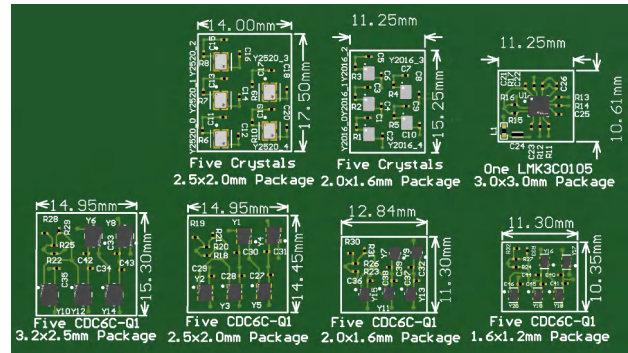

图 6. 五晶振、五个 CDC6C-Q1 和 LMK3C0105-Q1 封装比较
- **PCB 面积**：TI 的 BAW 振荡器系列支持 1.8V 至 3.3V 电源电压，采用标准 4 引脚 DLE (3.2mm × 2.5mm)、DLF (2.5mm × 2mm)、DLX (2mm × 1.6mm) 和 DLY (1.6mm × 1.2mm) 可润湿侧翼封装，可节省紧凑型电路板设计的空间。图 6 展示了 BAW 振荡器布局，并与多种封装尺寸的典型晶体布局进行了比较。晶体最多需要四个外部元件来调整谐振频率并保持主动振荡。有源振荡器 (如 CDC6C 或 LMK6C) 只需一个电容器即可进行电源滤波，从而简化了 BOM 并显著减少了所需的布局面积。此外，PCB 布线的寄生电容不会影响有源振荡器的频率精度，因此与晶体相比，该有源振荡器距离接收器要远得多。LMK3H0102-Q1 和 LMK3C0105-Q1 均采用具有可润湿侧翼的 3x3 封装。由于这两个器件都可用于代替五个单通道时钟，因此 TI 根据图 6 将 PCB 空间的尺寸缩小了 55%。